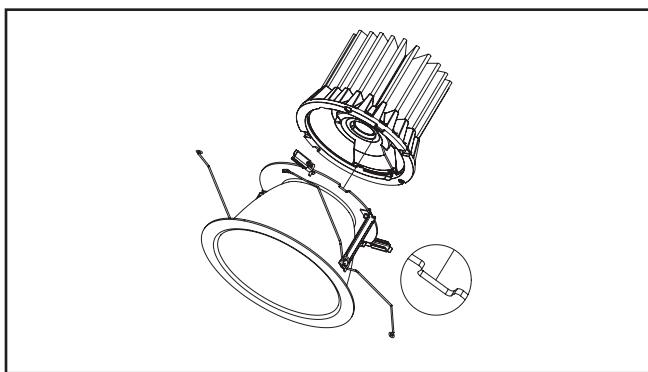

Figure 7
- Insérez le moteurgénérateur de lumière lumineux à DEL sur dans l'ensemble assemblage de la garniture. Alignez la tige sur le du moteurgénérateur de lumière à DEL sur la fente l'assemblage de la garniture. (Figure 7)